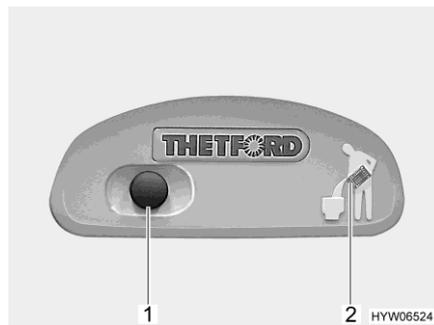
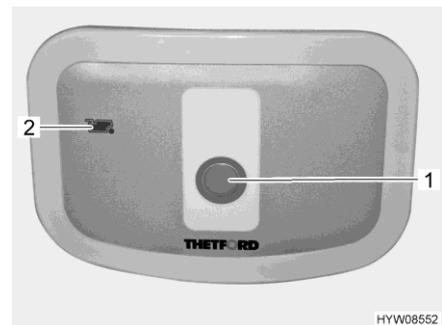

Fig. 201 Botón del inodoro/luz de control del inodoro Thetford
Fig. 202 Botón del inodoro/luz de control del inodoro Thetford (alternativa)
- Para lavar, pulsar el botón del inodoro azul (Fig. 201,1 ó Fig. 202,1).
La luz de control (Fig. 201,2 ó Fig. 202,2) se enciende cuando es necesario vaciar el depósito de aguas fecales.